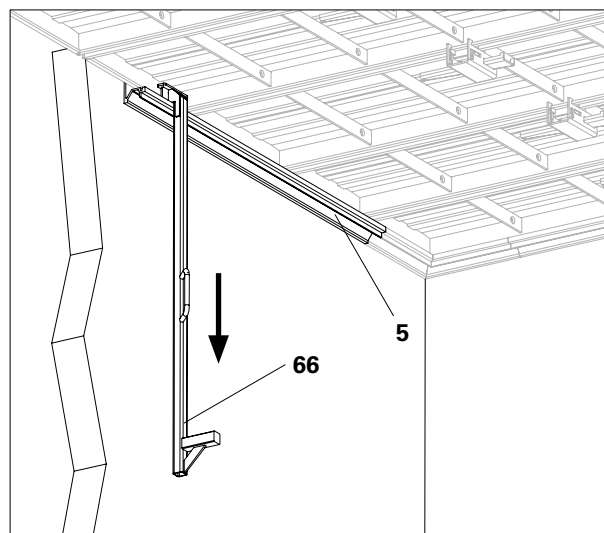

Fig. A7.17
L'ausilio di disarmo TR UNO Plus (66) è principalmente usato per disarmare i telai di transizione. (Fig. A7.17)